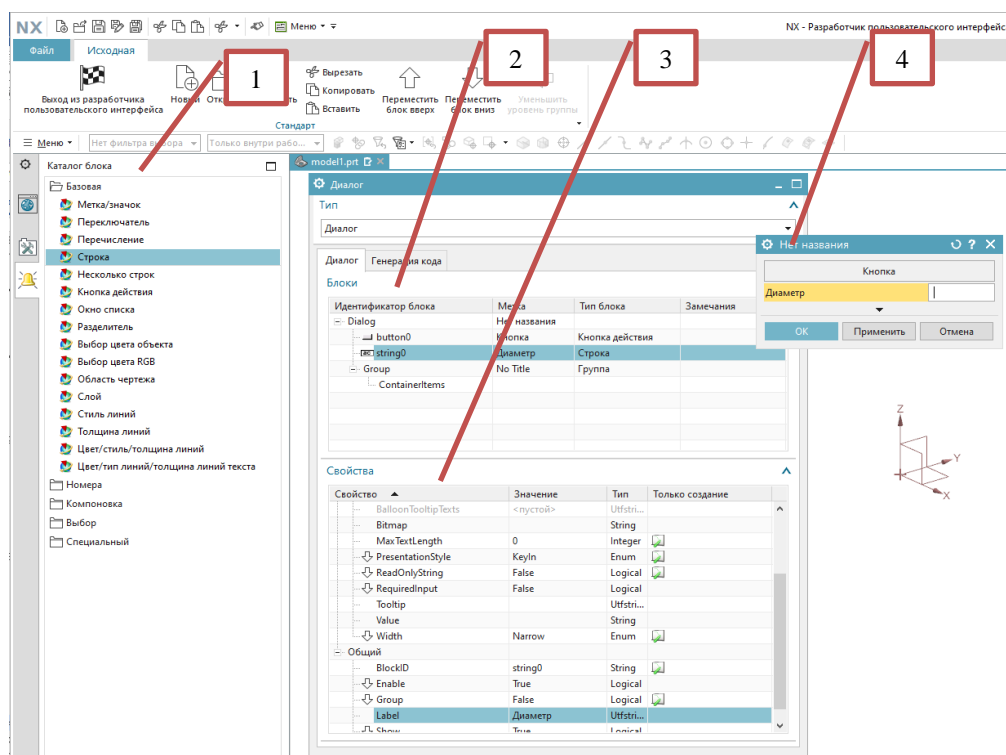

Рисунок 4.2 – Внешний вид разработчика пользовательского интерфейса
Все управляющие элементы, которые можно разместить на диалоге, структурированы, сгруппированы и размещены на раскрывающихся вкладках в «Каталоге блока», рисунок 4.2, п.1. Окно конструктора диалога, рисунок 4.2, п.2, разбито на две закладки:
- «Диалог» - с двумя списками: «Блоки», где отображается текущая структура и состав компонентов строящегося диалога и «Свойства», рисунок 4.2, п.3, где устанавливаются все параметры выбранного элемента;
При выборе элемента в конструкторе, этот элемент активизируется и на диалоге рисунок 4.2, п.4. Для некоторых элементов работает и обратная активизация.